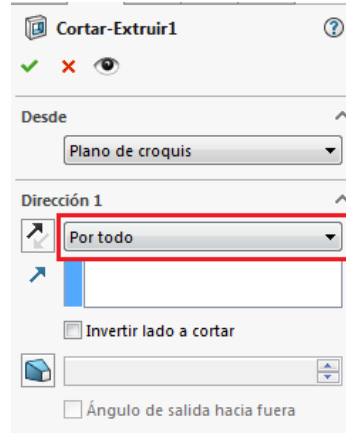
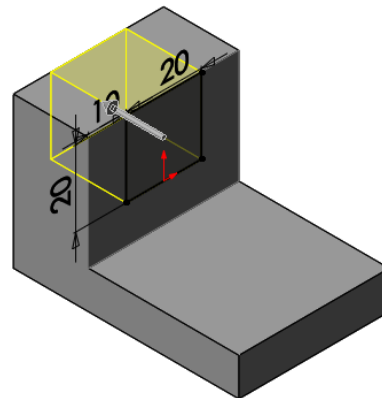

Ilustración 46
Ilustración 47
Paso 2: Se selecciona el croquis realizado, a continuación se da clic en la pestaña de **Operaciones** y en **Extruir corte**, y aparece el menú de la operación en la parte izquierda de la pantalla (ver ilustración 46), en donde se selecciona la profundidad necesaria, en este caso se utiliza la opción **Por todo** y se genera un bosquejo del corte deseado (ver ilustración 47 y 48)